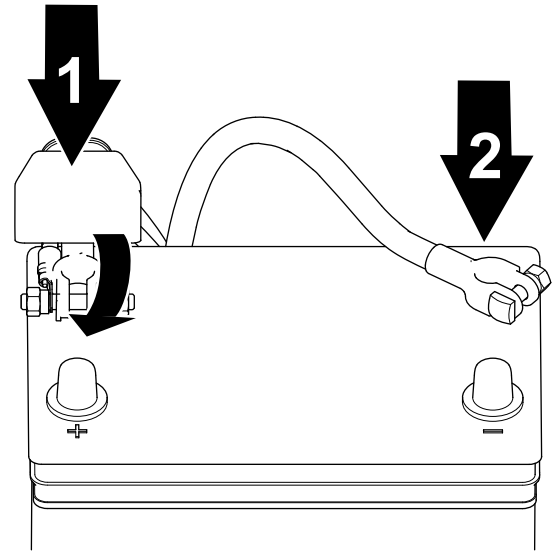

Figure 37
2. Conecte el cable negativo a la batería y apriete la tuerca de pinza de la batería (Figure 37).
1. Conecte el cable positivo a la batería y apriete la tuerca de pinza de la batería (Figure 37).